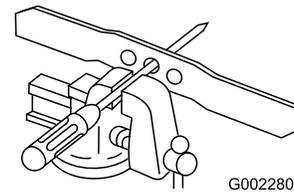

Figure 35
1. Vérifiez l'équilibre de la lame en enfilant le trou central sur un clou ou la tige d'un tournevis serré horizontalement dans un étau (Figure 35).